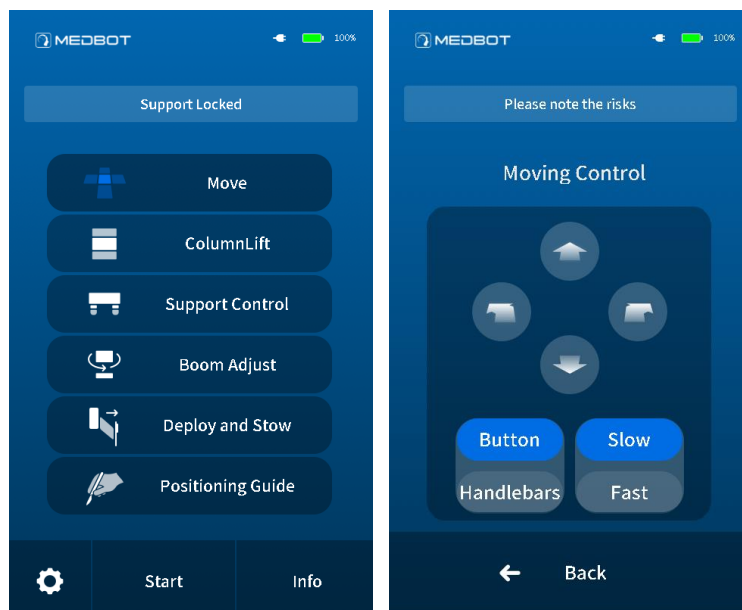

Figura 9.3. Menu principal da tela de toque da interface de controle móvel
- b) Conforme mostrado na Figura 9.3, clique no botão “*Move*” e o sistema saltará para a interface de controle de movimento do Carrinho Cirúrgico, pressione a chave de partida assistida para realizar as operações de empurrar para frente, puxar para trás, empurrar para a esquerda e puxar para a direita, puxar para a esquerda e empurrar para a direita no apoio de braço de acordo com as necessidades reais e o Carrinho Cirúrgico responderá para frente, para trás, virando para a direita e virando para a esquerda de acordo com o comando dado. Antes de realizar a operação de movimentação, confirme se o suporte está abaixado. Se o suporte for abaixado, o Carrinho Cirúrgico não poderá ser movido. Clique no botão “*Back*” após a conclusão do movimento para retornar ao menu principal.